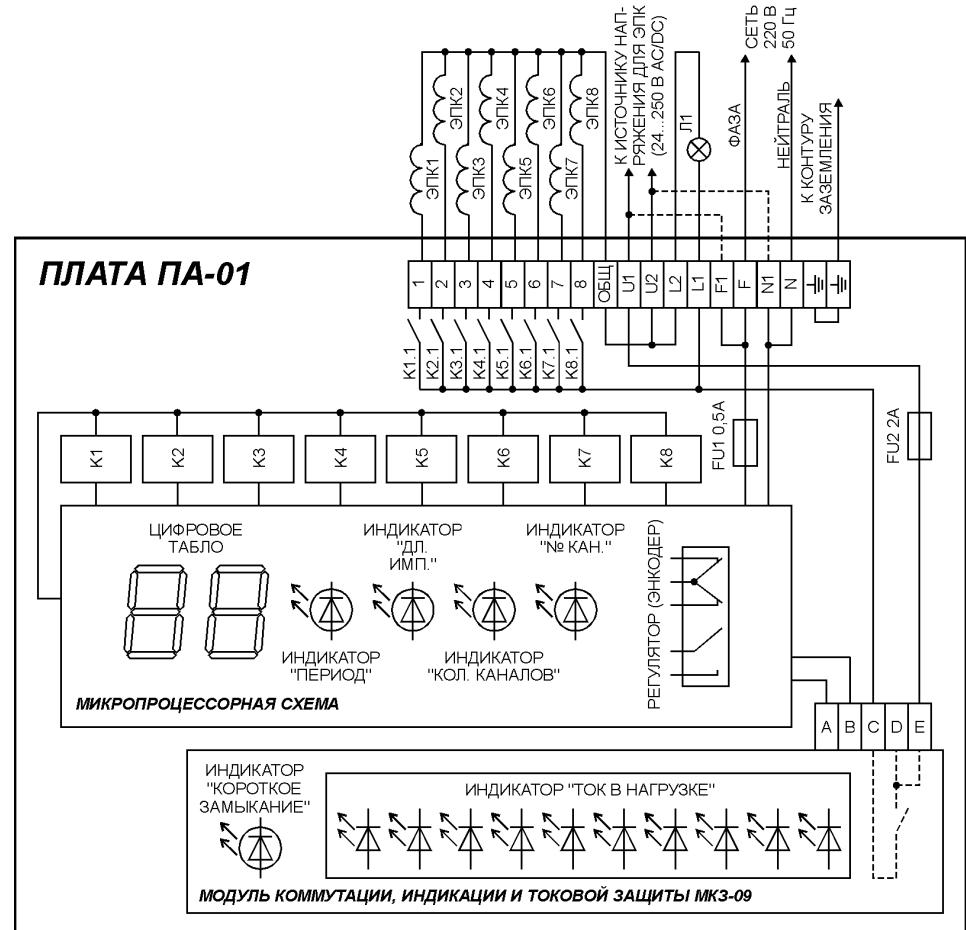

Рис. 2. Схема подключения и органы управления платы ПА-01
Схема подключения, органы регулировки и индикации показаны на рис. 2.
7.2. Управляющие провода ЭПК подключаются к клеммам 1 - 8 (при количестве каналов – 8). Если число рукавов фильтра-циклиона меньше 8, то для подключения ЭПК необходимо использовать соответствующее количество клемм платы, начиная с клеммы 1 (см. рис. 2).
7.4. К клеммам «U1» и «U2» при необходимости подключается внешний источник питания для ЭПК. Выходное напряжение источника должно на 6...7 В превышать номинальное рабочее напряжение применённых ЭПК и находиться в диапазоне от 24 до 250 В постоянного или переменного тока. Клемма «U2» внутри платы соединена с общим проводом всех ЭПК, поэтому при использовании ЭПК постоянного тока необходимо соблюдать требуемую для них полярность. Если катушки ЭПК рассчитаны на напряжение промышленной сети переменного тока (187 – 242 В, 49 – 51 Гц), то дополнительный источник питания не нужен: в этом случае внешними перемычками клемма «U1» соединяется с клеммой «F1», а клемма «U2» – с клеммой «N1». Эти соединения показаны на рис. 2 пунктирными линиями.